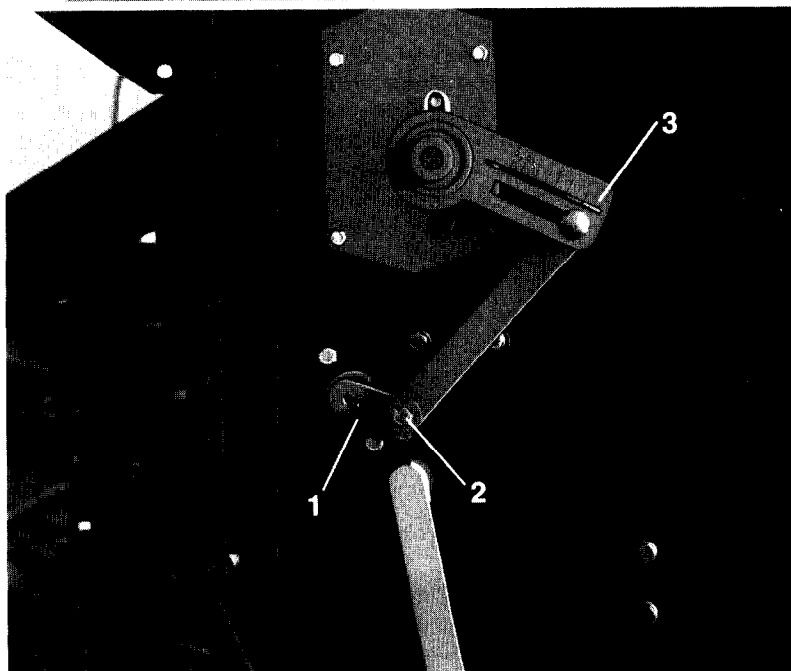

Fig. 23
- a) In der Kurbel auf der Säwelle (Fig. 23/1) ist die Schraube mit der Schubstangenlagerung (Fig. 23/2) in Stellung 0, A, B oder C je nach Angabe in der Beiztabelle zu befestigen. In Stellung 0 ist das Beizgerät ausgeschaltet. In Stellung C wird die maximal mögliche Beizmittelmenge ausgebracht. Die Stellungen A und B sind Zwischenwerte der Grobeinstellung.
- b) Auf der Skala der Schwinge (Fig. 23/3) ist die Kennziffer, die in der Beiztabelle angegeben ist, einzustellen. Größere Kennziffern bedeuten: größere Beizmittelmengen. An der Schwinge (Fig. 23/3) wird die Feineinstellung vorgenommen.